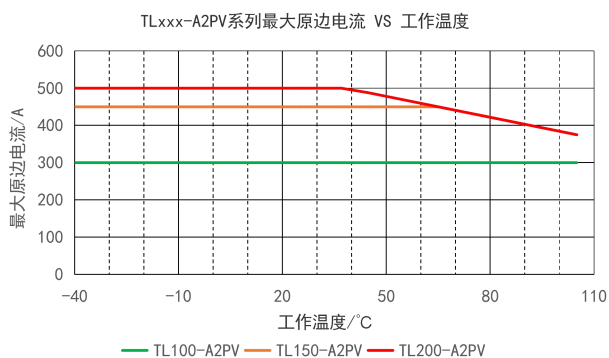

图 3
4. 图 3：TLxxx-A2PV 系列随着工作温度的升高，其能维持稳定线性输出的最大工作电流逐渐降低。